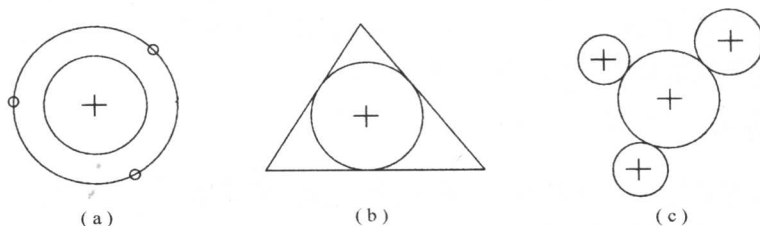

图 2-5 草绘圆
(3)用鼠标左键单击  工具按钮,在绘图区内,用鼠标左键选择已有的一个圆作为参照,选择要绘制圆上的一点,生成一个与参照圆同心的圆,参看图 2-5(a)。
(4)用鼠标左键单击  工具按钮,在绘图区内,用鼠标左键依次选择圆上的三个点,生成一个通过这三点的圆,参看图 2-5(a)。
(5)用鼠标左键单击  工具按钮,在绘图区内,用鼠标左键依次选择与之相切的三个图元(任一直线、圆或圆弧),生成一个与三个已知图元相切的圆,参看图 2-5 中的(b)和(c)。